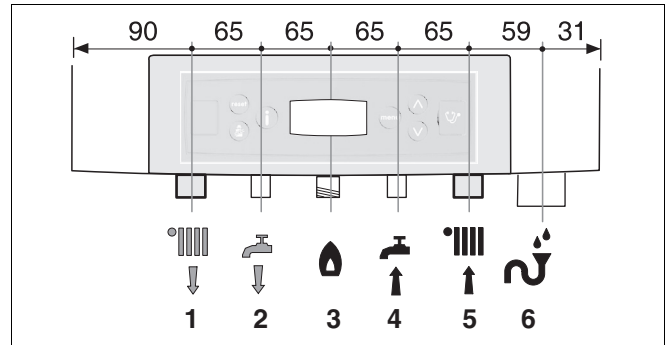

fig. 12 Aansluiten cv-leidingen aanvoer en retour
- Sluit de koudwaterleiding aan met 15 mm knelkoppeling (→ fig. 12, [4], pagina 18).
- Sluit de warmwaterleiding aan met 15 mm knelkoppeling (→ fig. 12, [2], pagina 18).